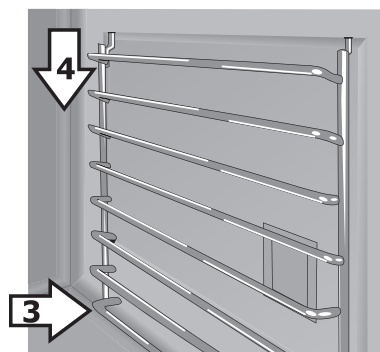

Figura 14: Soportes de rejilla de escalera - extremos inferiores
3. Una vez colocados los extremos superiores, mantenga el soporte de rejillas al nivel del lateral del horno e inserte los extremos inferiores en los orificios de la parte de abajo (Figura 14).
4. Deslice los extremos inferiores en los orificios de la parte de abajo. Es posible que precise hacer algo de fuerza para ajustar la rejilla en su sitio (Figura 14).